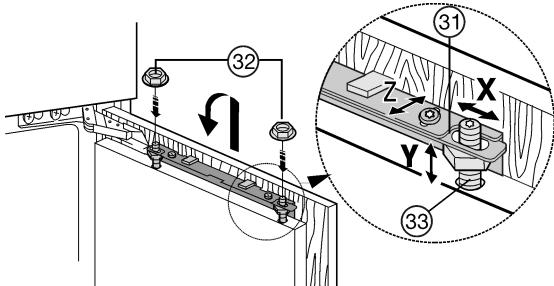

Fig. 20
- De kastdeur op de stelbouten Fig. 20 (33) inhangen en contramoeren Fig. 20 (32) losjes op de afstelbouten draaien.
- Kastdeur in de hoogte en de hoek opzij uitlijnen: Stelbouten Fig. 20 (33) met een schroevendraaier afstellen.
- Contramoeren Fig. 20 (32) vastdraaien.